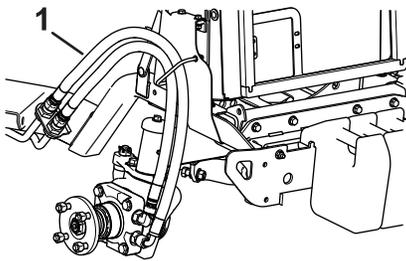

Figura 15
15. Disponete i flessibili attraverso la guida dei flessibili (Figura 15).